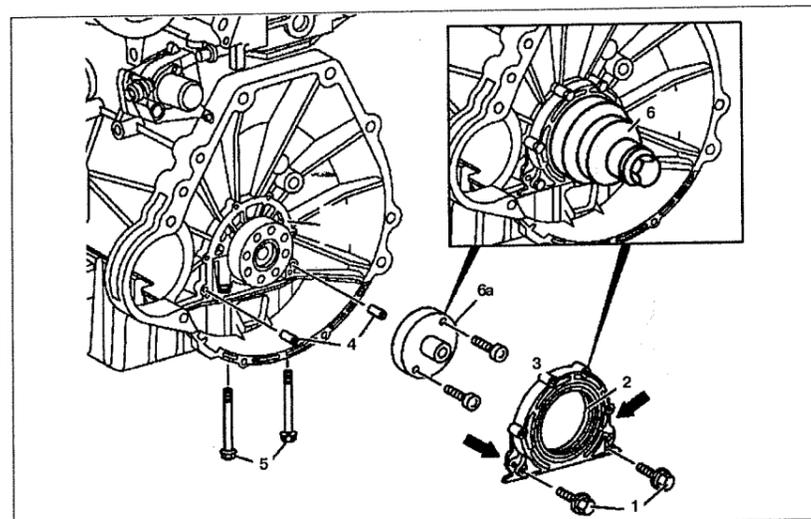

Рис. 2.31. Крышка заднего сальника коленчатого вала:
3. Открутите болты 1 и 5 (см.рис. 2.31).